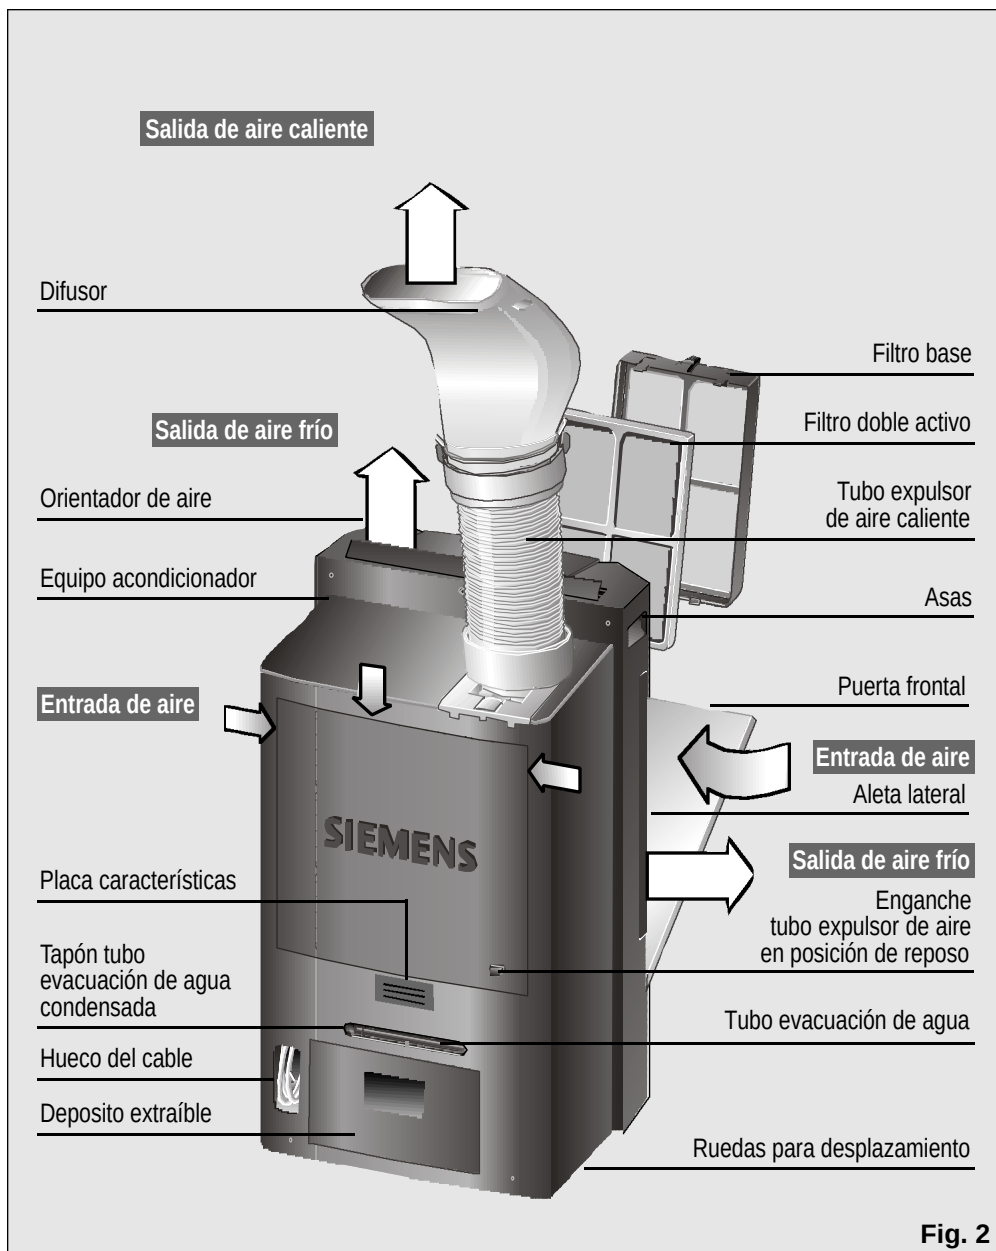

Fig. 2
Dans ce cas, lorsque vous communiquerez la panne, indiquez le modèle (**E-NR**) et le n° de fabrication (**FD**) de votre appareil que vous trouverez sur la plaque de caractéristiques, **Fig. 2**.
- ☐ El cable de conexión a la red eléctrica dispone de un alojamiento en la parte posterior del equipo. Ver **Fig. 2**.